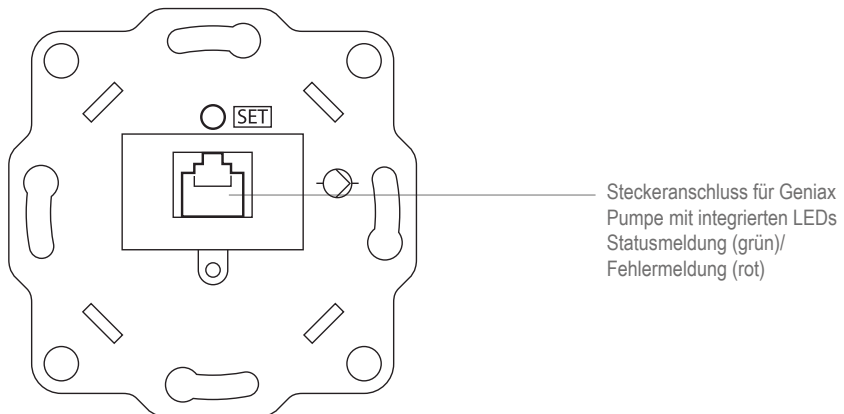

Fig. 11 Geniax Pumpenelektronik - Status-/Fehler-LED
2. Überprüfen, ob die Displays der Bediengeräte blinken bzw. die grünen Status-LEDs der Raumtemperatursensoren und Pumpenelektroniken blinken (siehe Fig. 11 - 13). Ist dies der Fall, so ist die Erreichbarkeit der Komponenten innerhalb des BUS-Segments gegeben sowie eine ausreichende Spannungsversorgung ( $\geq 15$  V DC) sichergestellt. Blinken die roten LEDs an den Raumtemperatursensoren/Pumpenelektroniken, so sind die betreffenden Komponenten zwar erreichbar innerhalb des BUS-Segments, aber die Spannungsversorgung ist nicht ausreichend (Mindestspannung von 15 V DC bei max. Pumpendrehzahl unterschritten). Bei Geniax Ambient Sensor i: Sensor defekt.